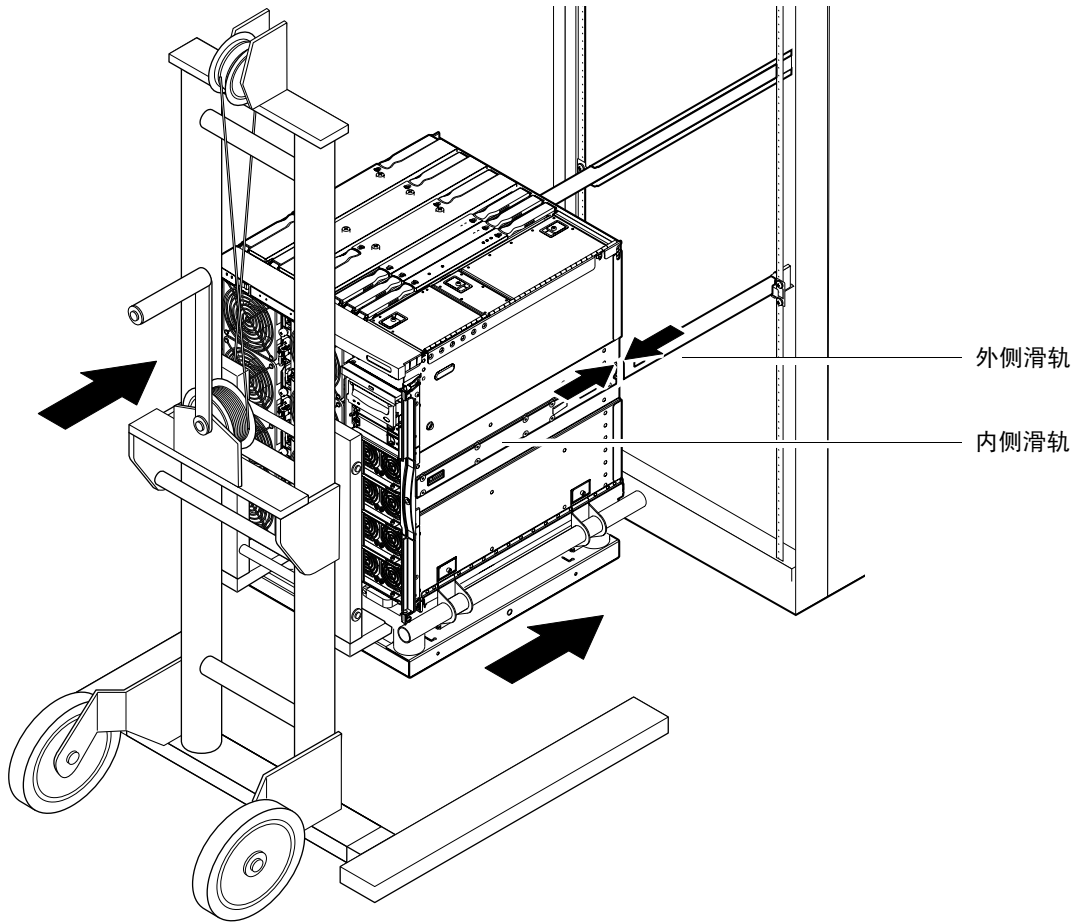

图 1-9 对齐滑轨
6. 小心地向前移动起重设备，直到系统上的内侧滑轨完全卡入机柜上的外侧滑轨（图 1-9）。